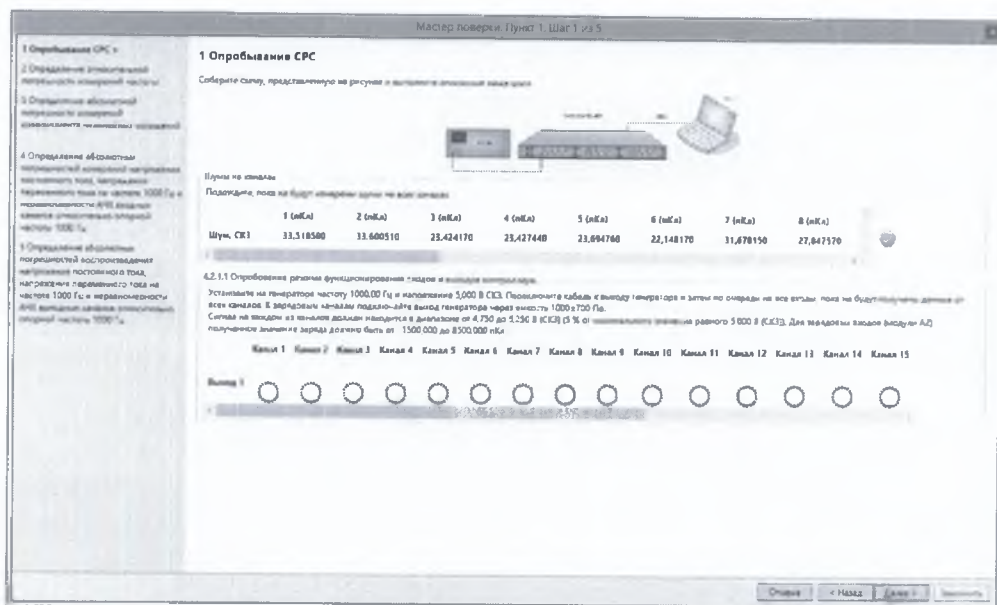

Рисунок 7.3.3
7.3.1.5 Собрать схему, изображенную в окне мастера поверки (рисунок 7.3.3).